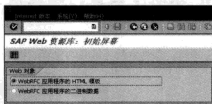

图 15-1 选择“WebRFC 应用程序的 HTML 模板”选项
STEP 1 在命令栏中输入“smw0”命令，在弹出的界面中选择“WebRFC 应用程序的 HTML 模板”选项，如图 15-1 所示。